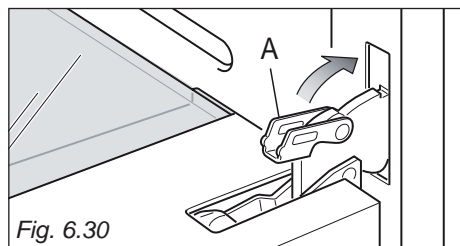

Fig. 6.30
- Aprire completamente la porta del forno e richiudere la leva "A" delle cerniere destra e sinistra (fig. 6.30).